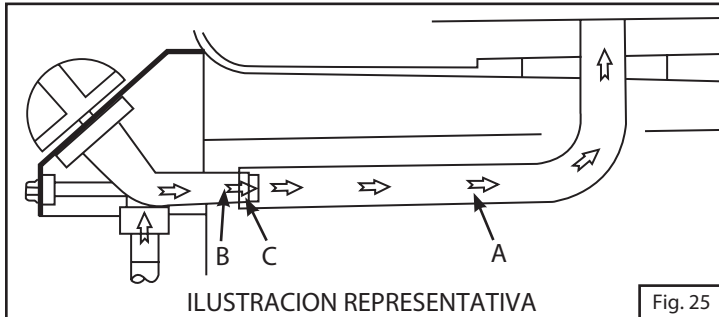

Fig. 25
2. Asegúrese de que el tubo del quemador [A] esté correctamente colocado sobre la salida del regulador [B]. El orificio [C] debe estar dentro del venturi. (Fig. 25)